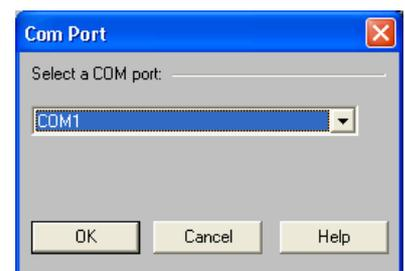

FIGURA 2-1: Cuadro de diálogo "COM Port"
- b) Se despliega el cuadro de diálogo "COM Port" (puerto COM), como se ilustra en la Figura 2-1.